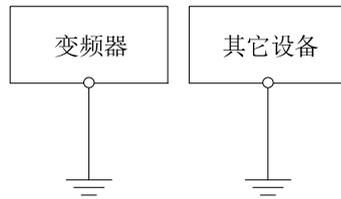

图 3-13 专用接地极示意图
- ② 如采用 4 芯电缆，则 4 芯电缆中的一条电缆必须在变频器侧接地，另一侧连接到电机的接地端；如果电机和变频器各自有专用的接地极，则可获得最好的接地效果。
- ③ 如果控制系统中各部件的接地端接到一起时，由于接地泄漏电流形成的噪声源，会影响控制系统中变频器外的其它外围设备。所以在同一个控制系统中，变频器与弱电设备如计算机、传感器或音频设备的接地要分离，不能连接到一起。
- ④ 为获得较低的高频阻抗，可将各设备的固定螺栓作为与柜子后面板连接的高频端子，安装时请注意要去除固定点的绝缘漆。
- ⑤ 铺设接地电缆应远离噪声敏感设备 I/O 部分的配线，同时注意接地线应尽量缩短。
- (1) 专用接地极（最好），如图 3-13 所示。